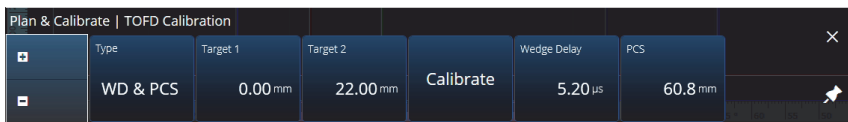

Figura 4-9 Calibración TOFD: R.S./Z & PCS
Para acceder a las opciones de **Calibración TOFD**, diríjase a **Planificar y calibrar > Calibración TOFD** (ver Figura 4-9 en la página 200 y Tabla 81 en la página 200).
1. Seleccione el tipo de calibración (ver Figura 4-9 en la página 200 y Tabla 81 en la página 200).